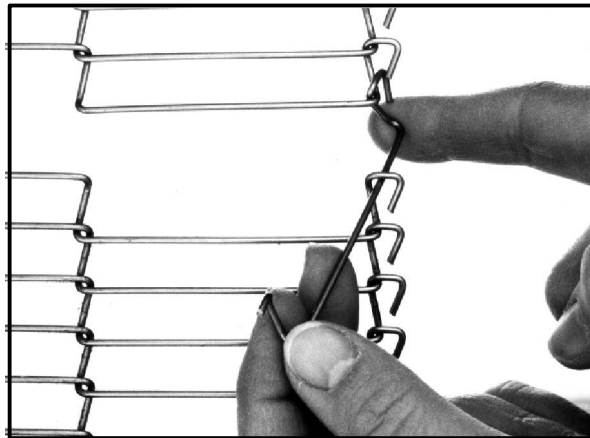

Figure 14
5. Installez les liaisons principales externes. Reportez-vous aux Figure 14 et Figure 15.